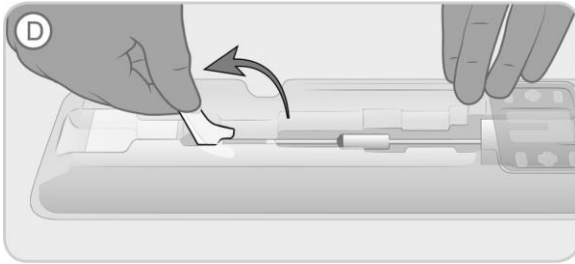

Abbildung 5. Hochklappen des Trichterhebels zur Freigabe des Geräts aus der Schale
- D. Den Trichterheber von der horizontalen Position in die vertikale Position hochklappen, um das Abgabegerät aus dem Ladetrichter (auf der Schale mit „D“ bezeichnet) freizugeben (siehe Abbildung 5).